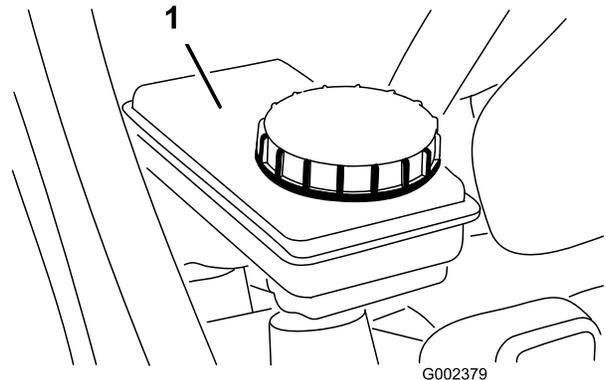

Bild 24
2. Der Flüssigkeitsstand sollte die Vollinie am Behälter erreichen (Bild 24).